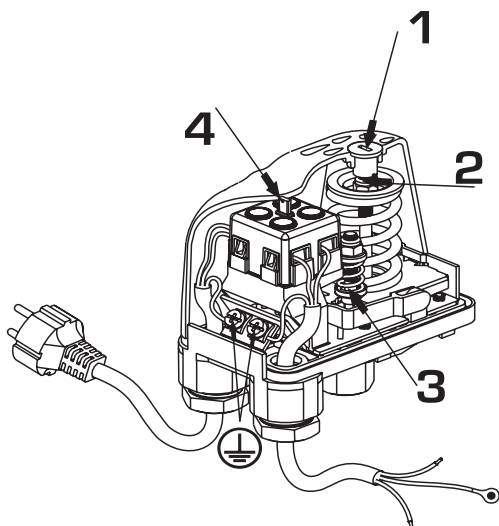

Рис. 27.
При первом включении реле следует нажать и держать некоторое время кнопку 4 (рис. 27) на крышке реле. Контакты реле замкнутся, и насос запустится.
- открутить винт 1 крепления крышки реле (см. рис. 27);